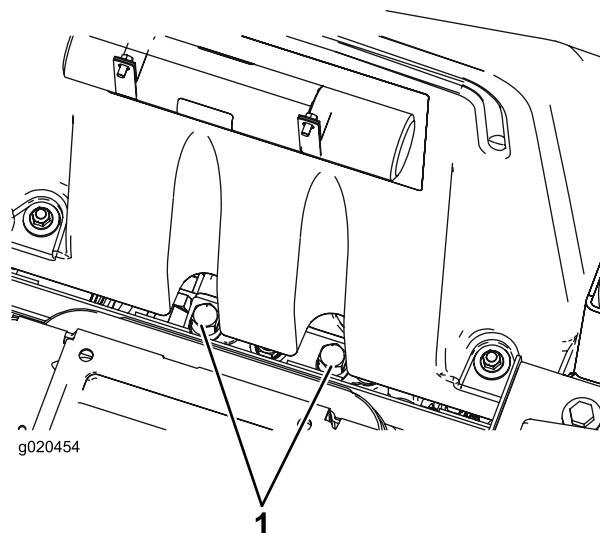

Рисунок 55
1. Поднимите сиденье и найдите перепускные клапаны, расположенные под передней частью топливного бака (Рисунок 55).